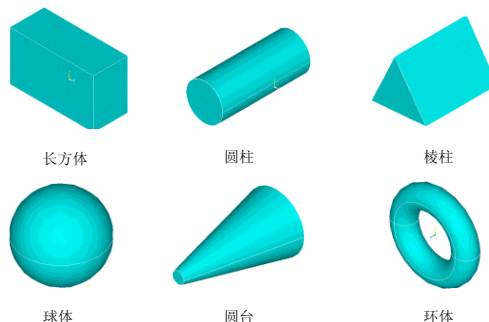

图3.33 常用体原始对象
- 建立体原始对象：包括长方体、圆柱、棱柱、球、锥体和环体等，如图 3.33 所示。